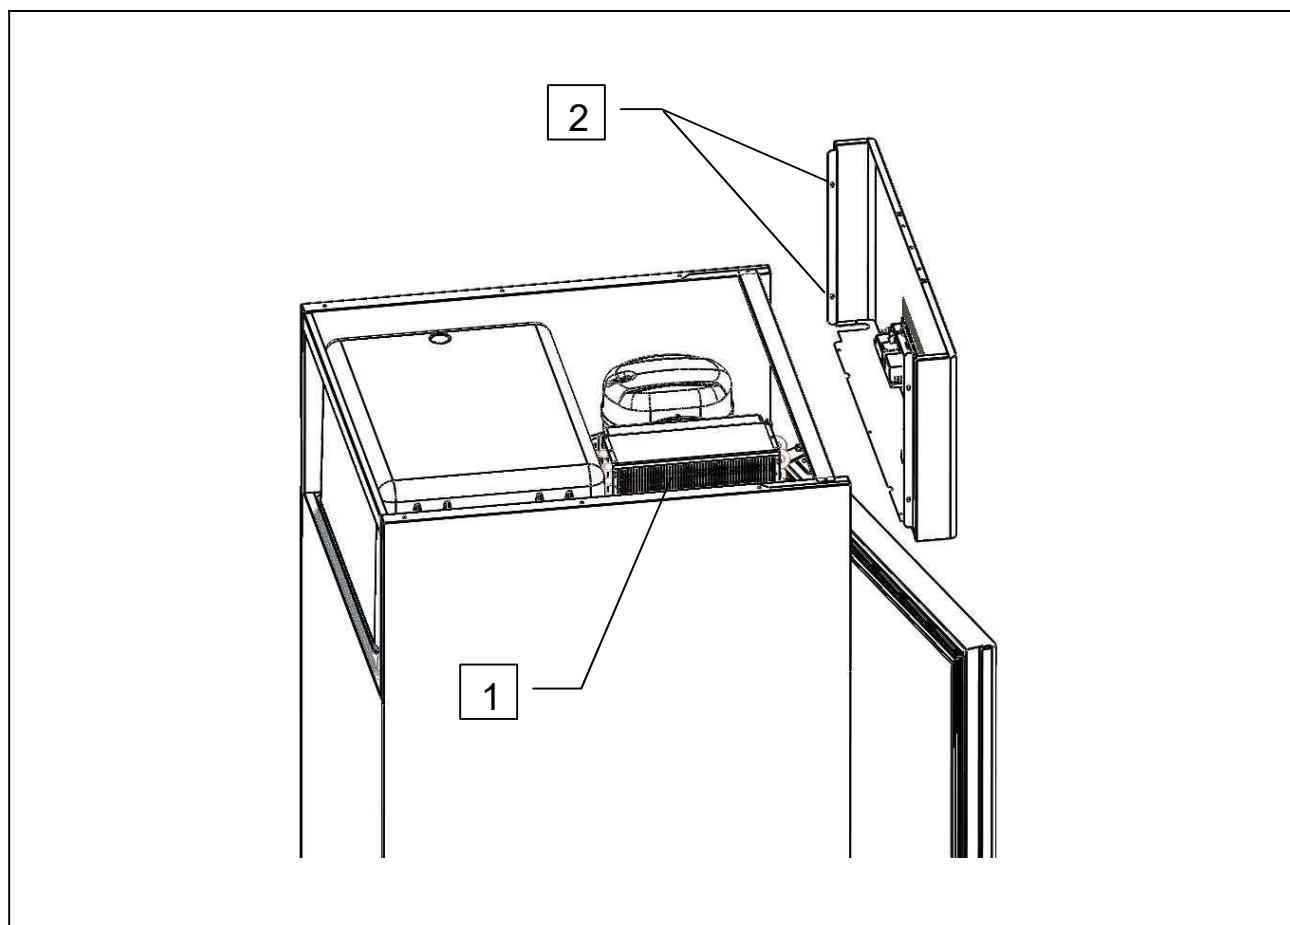

Fig. 9
För att maskinen ska fungera korrekt och effektivt måste luftkondensorn (ref. 1 fig. 9) hållas ren så luften kan cirkulera fritt. Denna åtgärd bör utföras minst var 60:e dag. Ta bort kontrollpanelen genom att lossa skruvarna (ref. 2 och 3 fig. 9). Använd gärna en "diskborste" och avlägsna allt damm och skräp från bladen. Använd gärna dammsugare för att undvika att det flyger omkring damm i luften. För att ta bort fet smuts kan du använda en borste doppad i sprit. **SKRAPA INTE YTORN MED VASSA ELLER NÖTANDE FÖREMÅL**